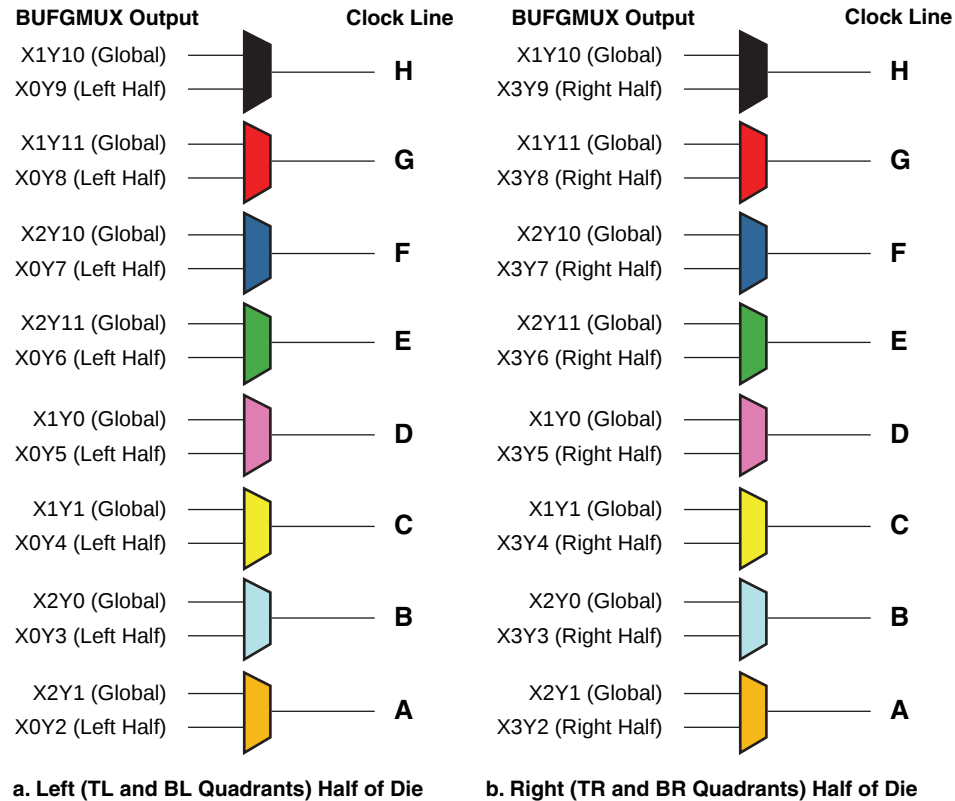

図 47: 1 クロック区画内の 8 クロック ラインのクロック ソース
- 特定の BUFGMUX の位置については図 45 を、区画内の特定のクロック ラインをどう駆動するかについては図 47 を参照してください。
FPGA のクロック配線は、図 45 に示すように 4 つの区画別になっています。各クロック区画では、表 41 と図 47 に示すように、A ~ H という合計 8 つのクロック信号がサポートされます。それぞれのクロック ラインのクロック ソースは、上下の BUFGMUX グローバル エLEMENT か、図 47 に示すようにそれぞれの辺にある BUFGMUX エLEMENT のいずれかです。クロック ラインは区画内の同期リソース エLEMENT (CLB、IOB、ブロック RAM、乗算器、DCM) に接続されます。
8 つを 1 つのクロック区画の同期エレメントに接続できます。図 47 は、各区画のクロック ラインが BUFGMUX ソースからどのように選択されるかを示しています。たとえば、左下 (BL) の区画クロック A が BUFGMUX_X2Y1 から接続されている場合、BUFGMUX_X0Y2 からのクロック信号はその区画では使用できませんが、左上 (TL) の区画クロック A では BUFGMUX_X2Y1 または BUFGMUX_X0Y2 のいずれかの出力をソースとして使用できます。